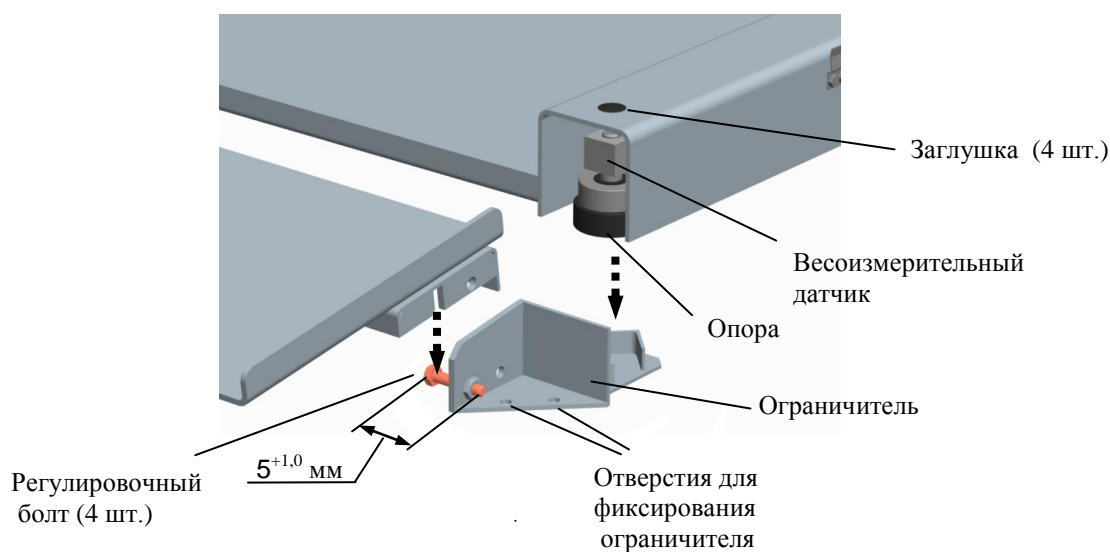

Рис. 5.2 - Сборка модуля
5.2.5 Вкрутите в ограничители болты и затяните гайки так, чтобы зазор между головкой болта и стенкой ограничителя был $5^{+1,0}$ мм (Рис. 5.2).
- 5.2.6 Поочередно приподнимая каждый из четырех углов платформы, подложите ограничители под опоры датчиков и наденьте пандусы (Рис. 5.2).
- ☞ При необходимости зафиксируйте ограничитель болтами М10 (8 шт.) через отверстия (Рис. 5.2).